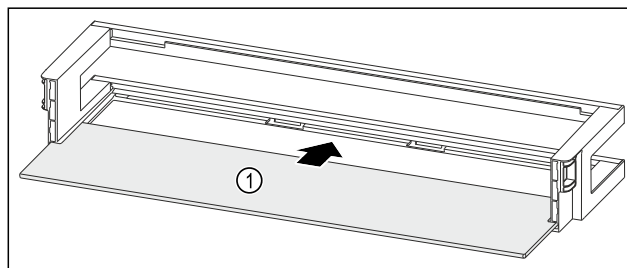

Fig. 66 Dveřní přihrádka s odkládací plochou
- Odkládací plochu Fig. 66 (1) zasuňte do bočních vybrání.